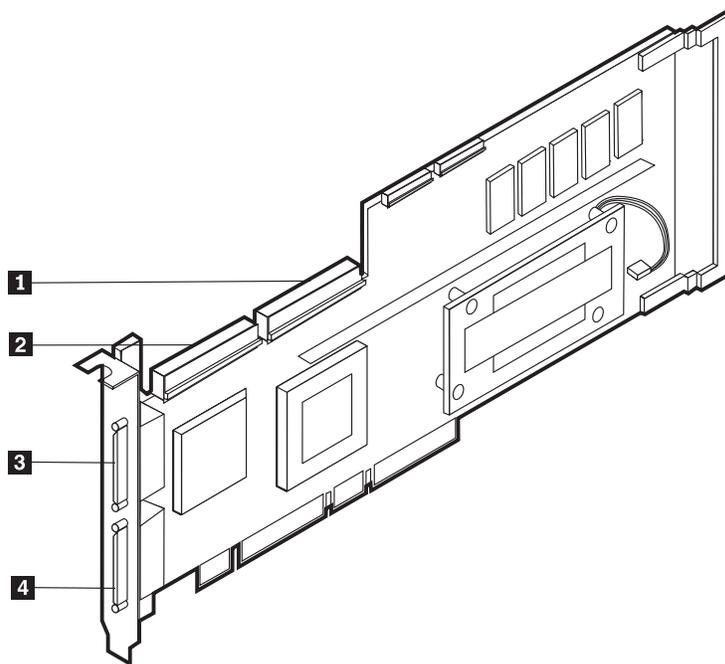

Figure 96. Contrôleur ServeRAID-4Mx
1. Connectez l'une des extrémités d'un câble SCSI VHDCI 68 broches au connecteur de canaux externe (le canal 2 si aucun kit d'extension IBM Netfinity 3-Pack Ultra320 remplaçable à chaud n'est installé ; le canal 1 ou 2 d'un deuxième contrôleur ServeRAID-4Mx si un kit d'extension IBM Netfinity 3-Pack Ultra320 remplaçable à chaud est installé) du contrôleur ServeRAID principal ou secondaire. (Voir la figure 96 à la page 120 pour les emplacements du connecteur de canaux.)